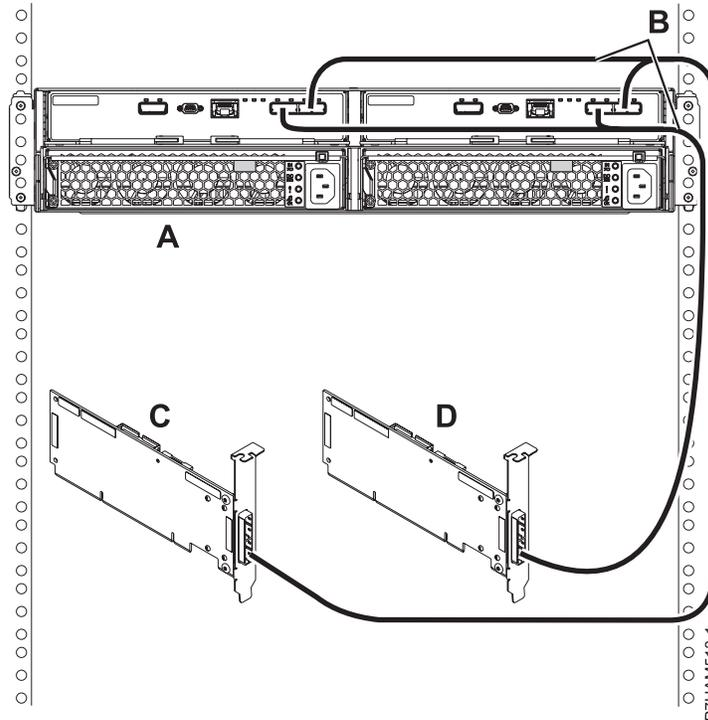

Figure 35. Mode 2 de connexion d'un boîtier d'unité de disque 58/87 via des câbles YO à deux adaptateurs SAS indépendants
- o. Effectuez la connexion de mode 2 d'un boîtier d'unité de disque 58/87 (A) via des câbles YO (B) aux deux adaptateurs SAS indépendants, comme illustré dans la figure 35, à la page 34.
- L'adaptateur SAS indépendant 1 (C) n'a pas accès à l'autre adaptateur indépendant et accède uniquement aux baies d'unité D1 à D12.
- L'adaptateur SAS indépendant 2 (D) n'a pas accès à l'autre adaptateur indépendant et accède uniquement aux baies d'unité D13 à D24.